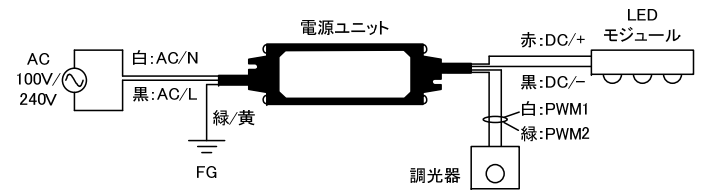

図 5
- 本製品の出力電圧、出力電流に適合する LED を図 5 のように接続してください。
- 図 5 のように調光器は調光用端子に接続してください。